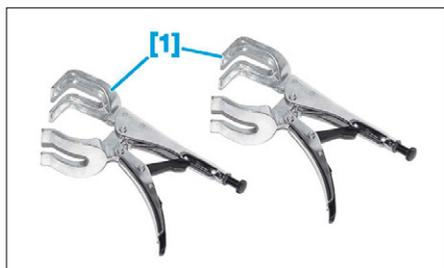

FIG. 64
- [1]. Jeu de pinces FACOM 502.A (Fig.64).